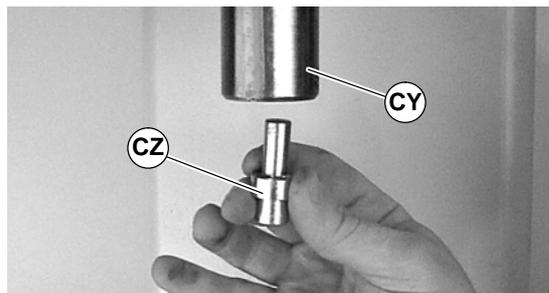

Abbildung 44
2. Lagereinsatzwerkzeug (CZ siehe Abbildung 44), Teilnr. 25-10, in Dornpresse (CY) oder ähnliches Gerät installieren.